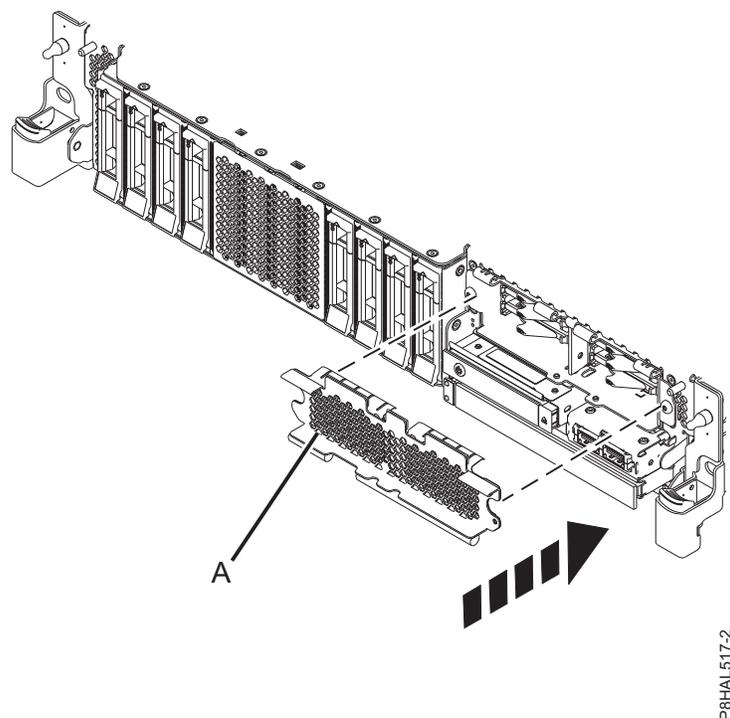

Figure 57. Installation du cache sur le compartiment SSD dans un système à fonction étendue
3. Si applicable, obstruez le compartiment SSD avec le cache perforé (**A**) comme illustré dans la figure 57, à la page 59.